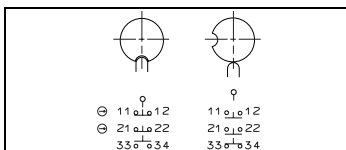

Fig. 2: Eléments et fonctions de commutation
- Pour le brochage cf. fig. 2.